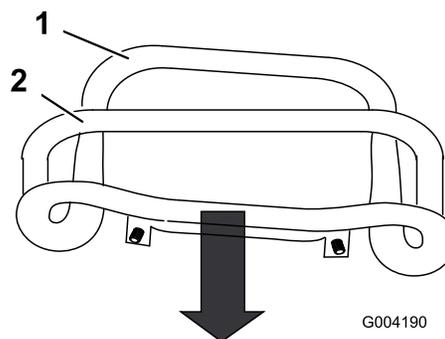

Рисунок 53
3. Потяните рычаг управления тягой назад, чтобы передняя часть рычага коснулась контрольной штанги (Рисунок 53).